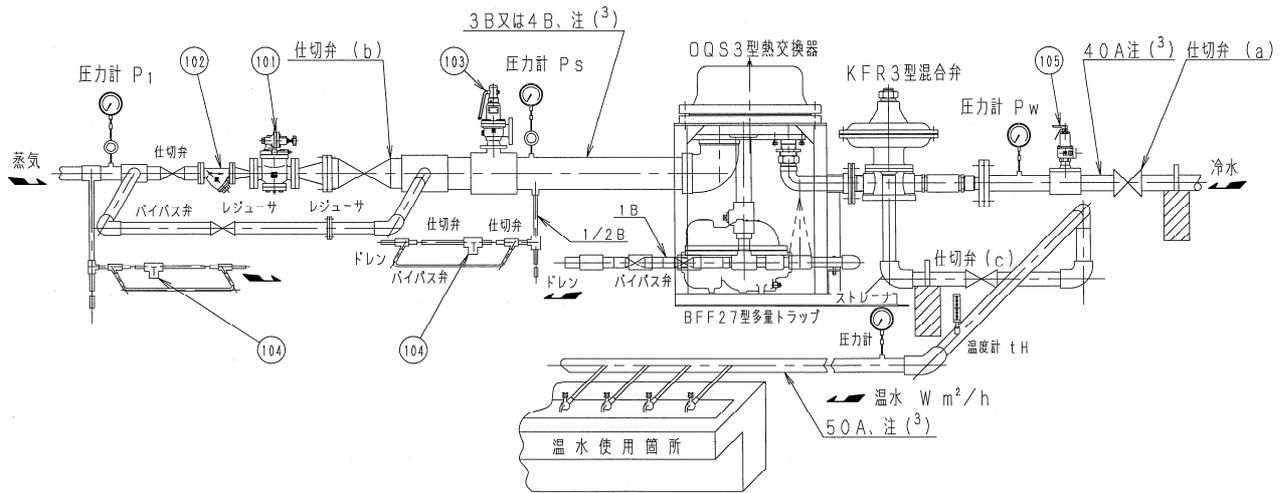

図4. TFR 3型の一般的配管例
- 2.1 配管に際しては、図4（4頁）に示すように必要に応じて付属部品(101)～(105)及び予備弁を取り付けてください。なお、付属部品(101)～(105)は本装置の性能及び保守上、当社の製品を使用してください。